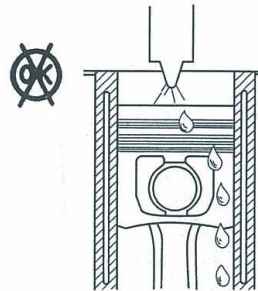

图 1-339 不完全燃烧导致机油被燃油稀释
- 2) 气缸内不完全燃烧, 导致未燃烧的柴油流回油底壳, 使机油被稀释, 见图 1-339。